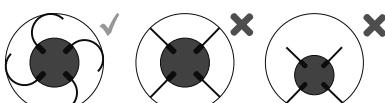

Afbeelding 1 – RIDGID® FlexShaft-hulpstuk voor schuurpapier
De RIDGID® FlexShaft-hulpstukken voor schuurpapier moeten worden gebruikt met RIDGID FlexShaft-machines voor de eindreiniging van buiswanden (bijvoorbeeld vóór het coaten van de buis) of uiteindelijke installatie / zijdelingse reiniging na de buisvoering (*Afbeelding 1*).
- Verwijder de twee schroeven waarmee de voorkap is bevestigd en verwijder de voorkap (zie *Afbeelding 1*).